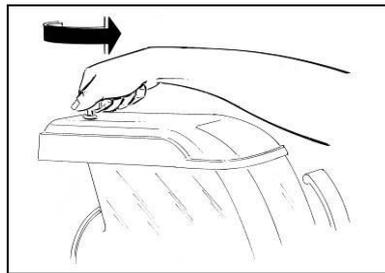

Fig. 1
L'apparecchio su una superficie orizzontale e solida facendo in modo che la carrozzeria dell'apparecchio sia ben areata (almeno 20 cm di spazio libero, fig.1), installare l'apparecchio in un ambiente asciutto ed evitare di installarlo
- **D**opo aver rimosso il fermo attraverso l'apposita chiave (fig.1), rimuovere prima il coperchio di sicurezza, poi il sotto coperchio come mostrato in figura 2.